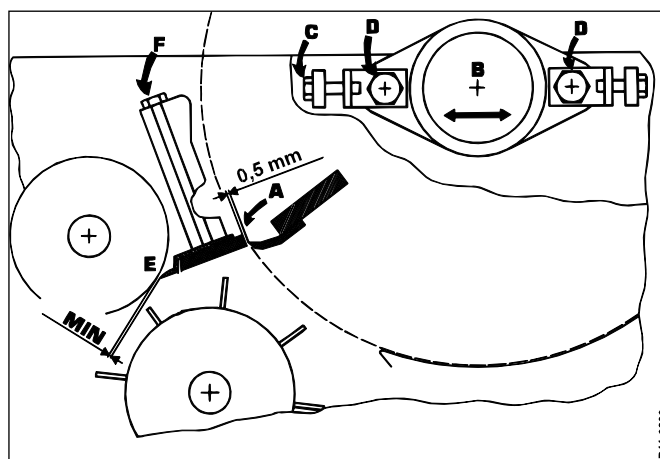
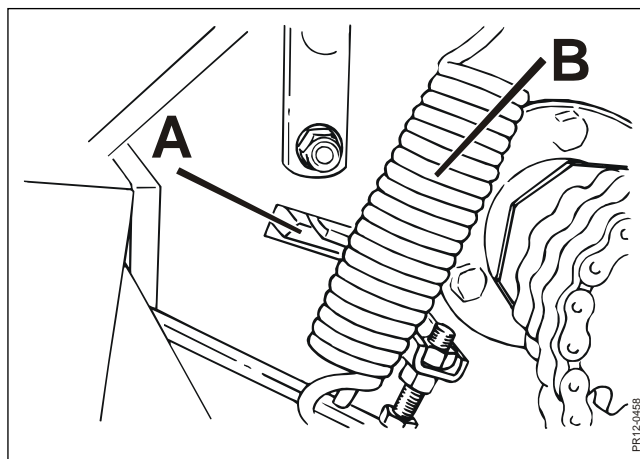

Fig. 4-3
Fig. 4-4
**Fig. 4-3** Afstanden **A** mellem rotorens knive og modskæret kontrolleres med jævne mellemrum med den medleverede lære (afstandsmåler). Der tilstræbes en afstand på 0,5 mm. Er det nødvendigt at justere afstanden, løsnes rotorens 2 lejhuse **B**, og der justeres med skruerne **C**. Efter justeringen og afstanden er kontrolleret, spændes lejhusernes bolte **D** med momentnøgle til 27 kgm (270 Nm).
**Fig. 4-4** Afskraberens demonteres ved, at skruerne **F** (på fig. 4-3), som også holder modskæret, fjernes, og afskraber og modskær kan trækkes ud af åbningen **A** i siden på rotorhuset. Fjederen **B** til pigvalsen skal først løsnes eller afmonteres for at få plads.